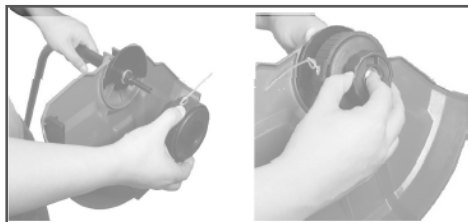

Рис. 4 Установка триммерной головки
- Снимите триммерную головку, нанесите на резьбовую часть выходного вала штанги консистентную смазку CHAMPION EP-0 (в комплект поставки не входит). Установите корпус триммерной головки и закрепите ее гайкой (Рис. 4)